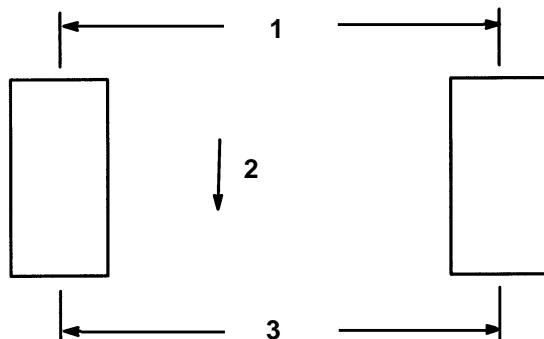

Figure 29
1. Mesurez la distance entre les roues avant à hauteur d'essieu (à l'avant et à l'arrière des roues) (Fig. 29). La distance doit être la même à l'avant et à l'arrière ± 3 mm.